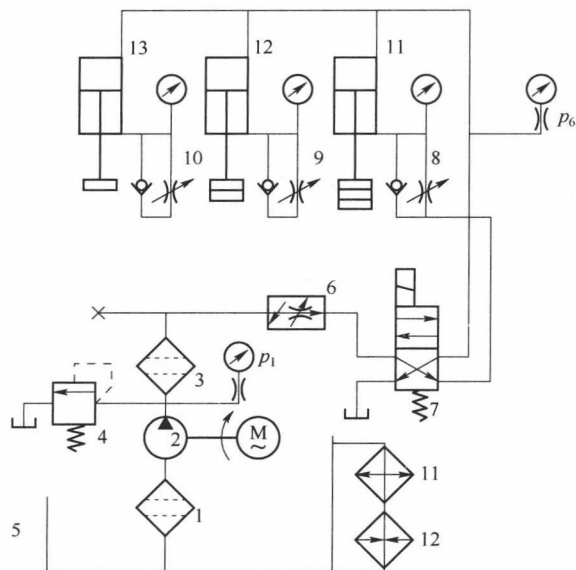

图 1-4 QCS002 型液压实验台工作原理图
(1) 如图 1-4 所示,选液压缸 11 进行实验,在缸的挂钩上依次挂上 1 个砝码、2 个砝码、3 个砝码,操纵电磁换向阀 7 工作于下位,使缸的活塞上行。先观察清楚各压力表的变化情况,然后记下 p_1 、 p_{11} 的压力值,填入表 1-2 中。
3. 如图 1-4 所示，写出组成液压系统的液压元件的名称。